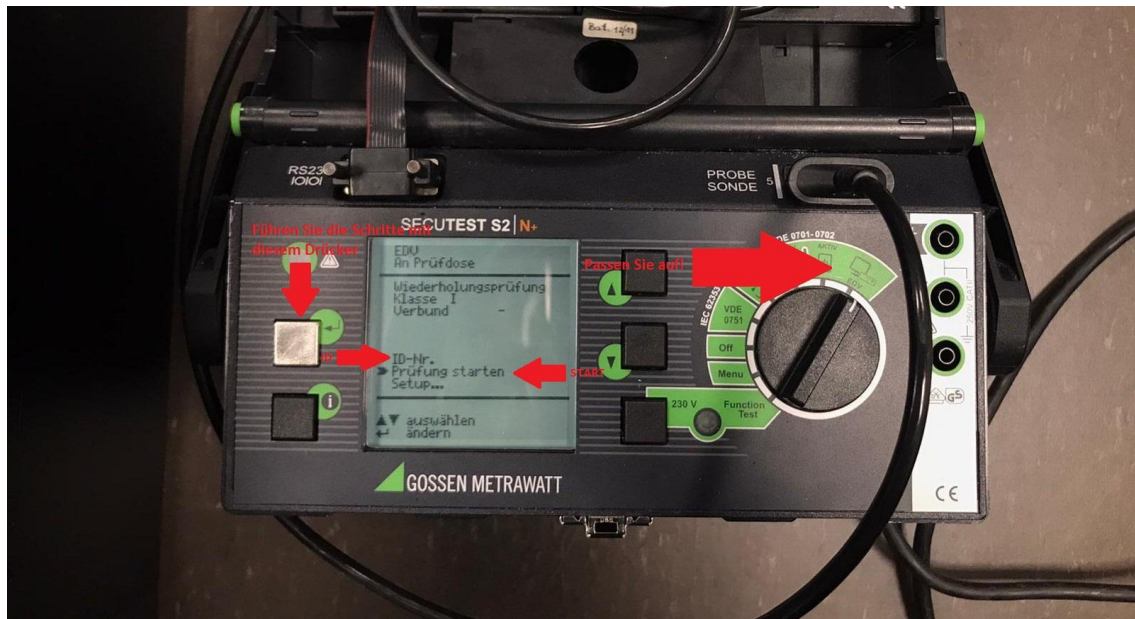

Bild 4.: Start-Interface im Messapparat
- Jetzt beginn man die Prüfung. Erst soll man in der richtigen Konfiguration auflegen (wie die Bild zeigt) und man kann die ID eingeben (Hinweis: Die ID kann auch am Ende eingegeben wird). Nach diesem Schritt soll man den Test einschalten. (**Beachten Sie mit dem Drücker ↓, wenn er benötigt ist**). Die Bild 4 zeigt die Start-Interface des Messapparates.